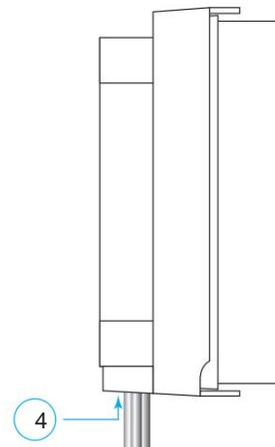

Abb. 7
4. Überprüfen Sie, ob alle IB7000-Kabel durch die Öffnung an der Unterseite der Abdeckung herauskommen, bevor Sie die Abdeckung zum Schließen hineindrücken. Die Abdeckung rastet sicher ein (Abb. 7).